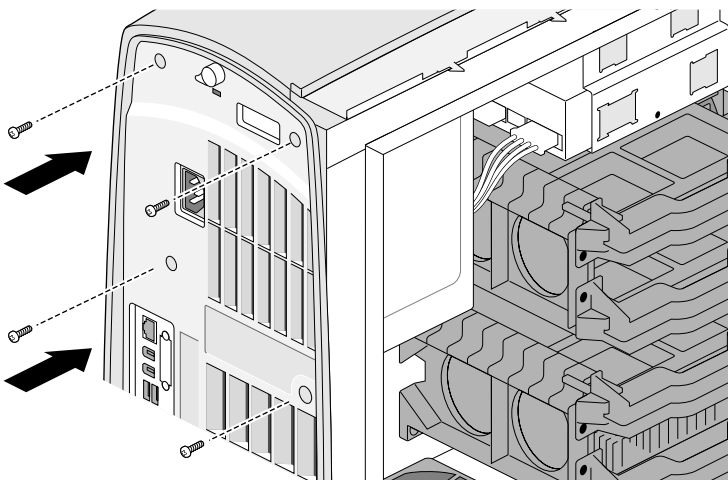

Figura 7-7 Repondo os parafusos da fonte de alimentação
5. Recoloque os quatro parafusos que foram retirados da parte posterior do sistema. Veja a Figura 7-7.